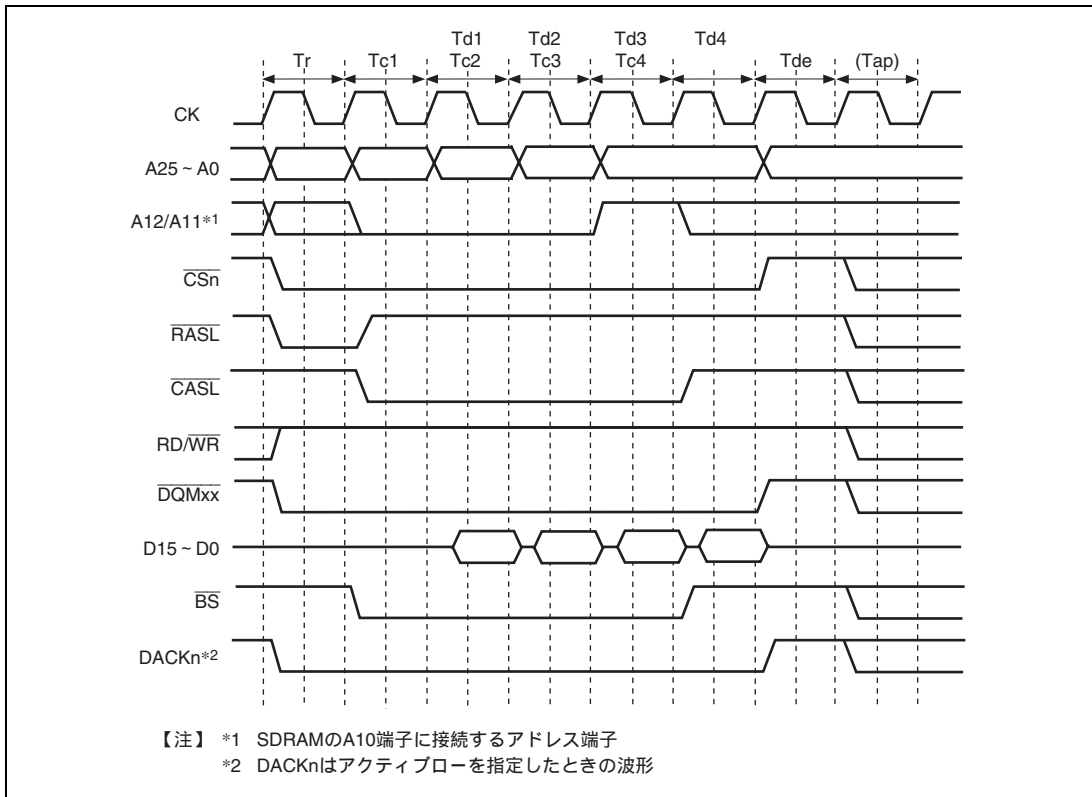
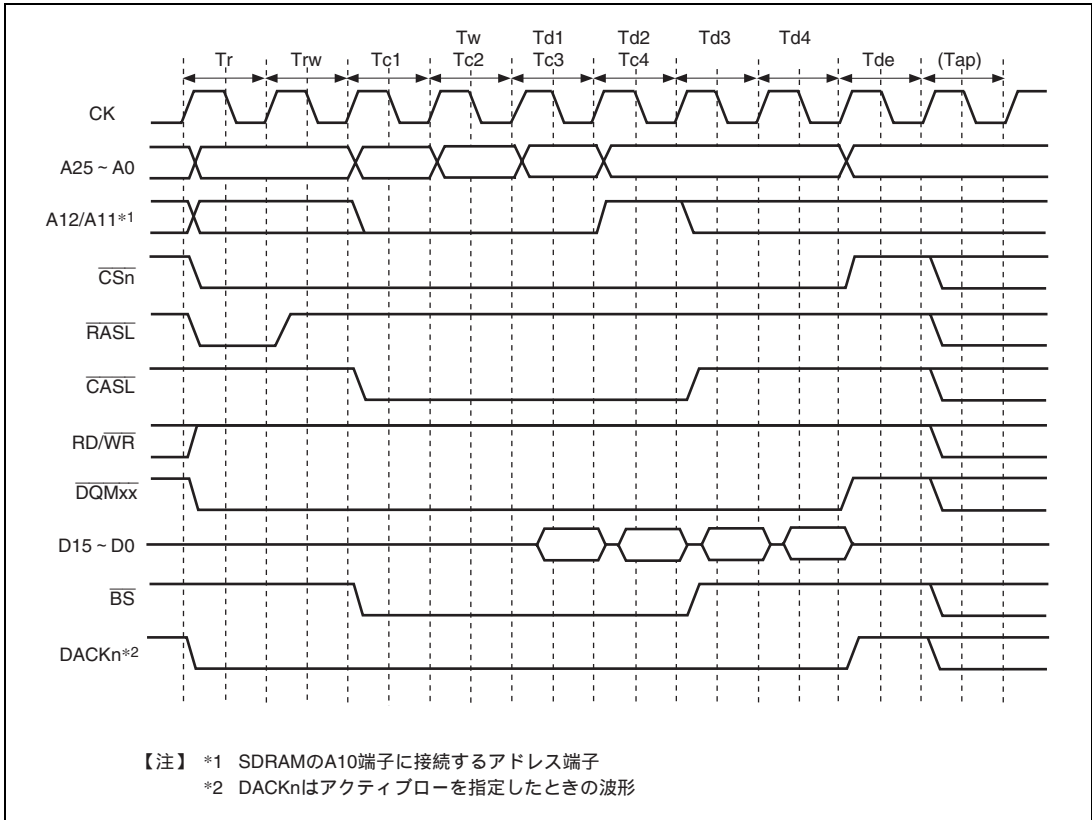

図 8.14 バーストリード基本タイミング (CAS レイテンシ 1、オートプリチャージ)
図 8.15 バーストリードウェイト指定タイミング
パーストリード時のタイミングチャートを図 8.14 と図 8.15 に示します。パーストリードでは ACTV コマンド出力を行う T_r サイクルに続いて、READ コマンドを T_{c1} 、 T_{c2} 、 T_{c3} サイクルに、READA コマンドを T_{c4} サイクルに発行し、 T_{d1} から T_{d4} のサイクルに外部クロック (CK) の立ち上がりでリードデータを受け取ります。 T_{ap} サイクルは SDRAM 内部で READA コマンドによるオートプリチャージの完了を待つサイクルであり、この間は同一のバンクに対して新たなコマンドの発行は行いません。ただし、別の CS 空間や同じ SDRAM の異なるバンクに対するアクセスは可能です。CS3WCR の $WTRP[1:0]$ の指定によって T_{ap} のサイクル数を決定します。
本 LSI では、様々な周波数で SDRAM と接続するために CS3WCR の各ビットを設定することによりウェイトサイクルを挿入することができます。各種ウェイトの設定を行った例が図 8.15 となります。ACTV コマンド出力サイクル T_r から READ コマンド出力サイクル T_{c1} までのサイクル数は、CS3WCR の $WTRCD[1:0]$ ビットによって指定することができます。 $WTRCD[1:0]$ の設定が 1 サイクル以上の場合、 T_r サイクルと T_{c1} サイクルの間に NOP コマンド発行サイクル T_{rw} サイクルが挿入されます。READ コマンド出力サイクル T_{c1} からリードデータ取りこみサイクル T_{d1} までのサイクル数は、CS2WCR の $A2CL[1:0]$ ビットおよび CS3WCR の $A3CL[1:0]$ ビットによって CS2 と CS3 の空間でそれぞれ独立に指定することができます。このサイクル数は、SDRAM の CAS レイテンシに相当します。SDRAM の CAS レイテンシの仕様は 3 サイクルまでですが、本 LSI では、1 サイクルから 4 サイクルまで設定できます。これは、本 LSI と SDRAM の間にラッチを含む回路を設けて接続するためのものです。